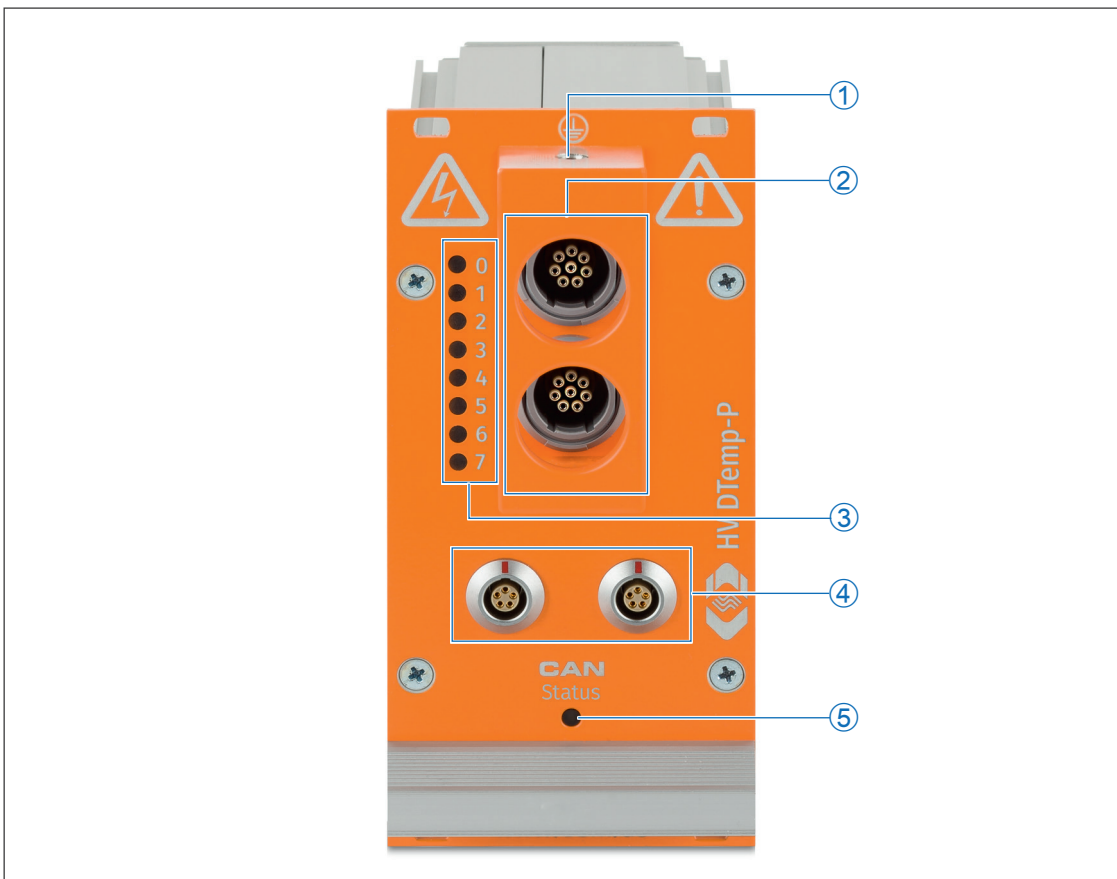

Abb. 3-2: HV DTemp-P, Frontansicht
Die HV DTemp-M Controller übernehmen die Adressierung und Spannungsversorgung der Sensoren. Sie nehmen die digitalen Signale der Temperatursensoren auf und übertragen die Temperaturwerte auf die Zentraleinheit (Abb. 3-2). Ein Controller verfügt über 16 Digitaleingänge ① für bis zu 16 (HV DTemp-M16) bzw. 64 Messstellen (HV DTemp-M64). Die 4-poligen Buchsen ② dienen dazu,
Die LED unterhalb der beiden CAN-Buchsen (siehe Abb. 3-2) liefert Informationen über den Betriebszustand des Moduls.
Die in der unteren Hälfte der Frontplatte angeordneten CAN-Buchsen (Abb. 3-2, ④) werden sowohl für die Übertragung der CAN-Signale als auch für die Spannungsversorgung verwendet. Das Interface-Kabel verbindet das Modul mit dem Datenerfassungssystem (PC) und mit der Spannungsversorgung.
Über die beiden 8-Pin-Summenbuchsen (Abb. 3-2, ②) werden die Controller und die daran angeschlossenen Sensoren mit der Zentraleinheit HV DTemp-P verbunden.
Optional kann die HV DTemp-P Zentraleinheit über eine M6-Gewindebohrung in der oberen Seite des Frontbügels (Abb. 3-2, ①) auch mit Masse verbunden werden.